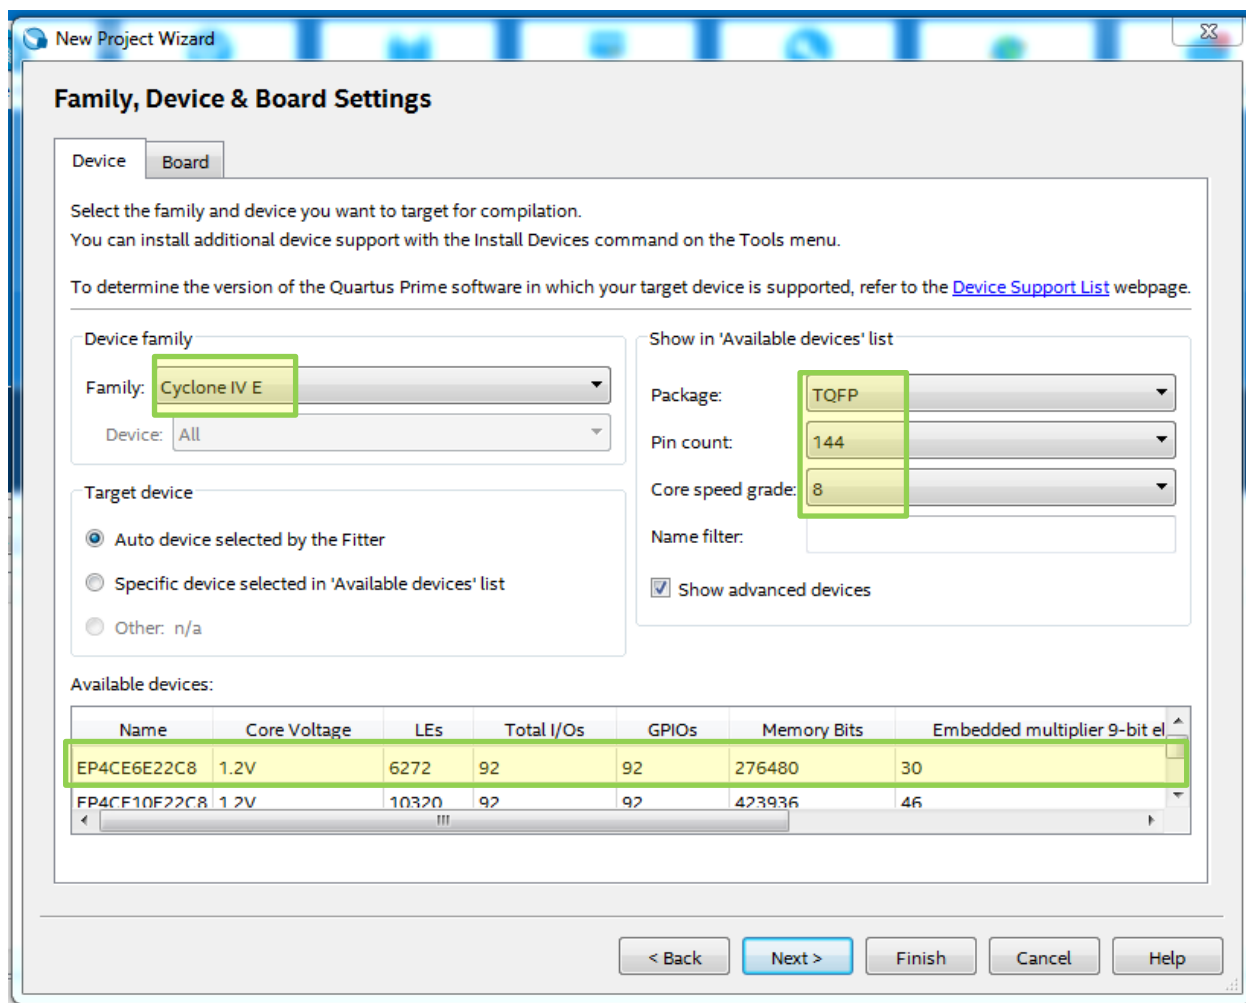

Рис.2 Окно для выбора микросхемы
1.6. Появится окно “**Family, Device & Board Settings**”. На панели *Device family* выбирается семейство ПЛИС *Cyclone IVE*, а из таблицы *Available devices* нужна микросхема **EP4CE6E22C8**. Для облегчения поиска микросхемы можно конкретизировать ее параметры с помощью выбора параметров «тип корпуса» (*package*), «количество выводов» (*pin count*), «быстродействие ядра» (*core speed grade*) из соответствующих выпадающих меню панели *Show in 'Available devices' list* (рис. 2). Для проектов практических и лабораторных работ необходимо выбирать микросхему, установленную на отладочную плату, с помощью которой выполняются данные работы. Выполните «**Next**».